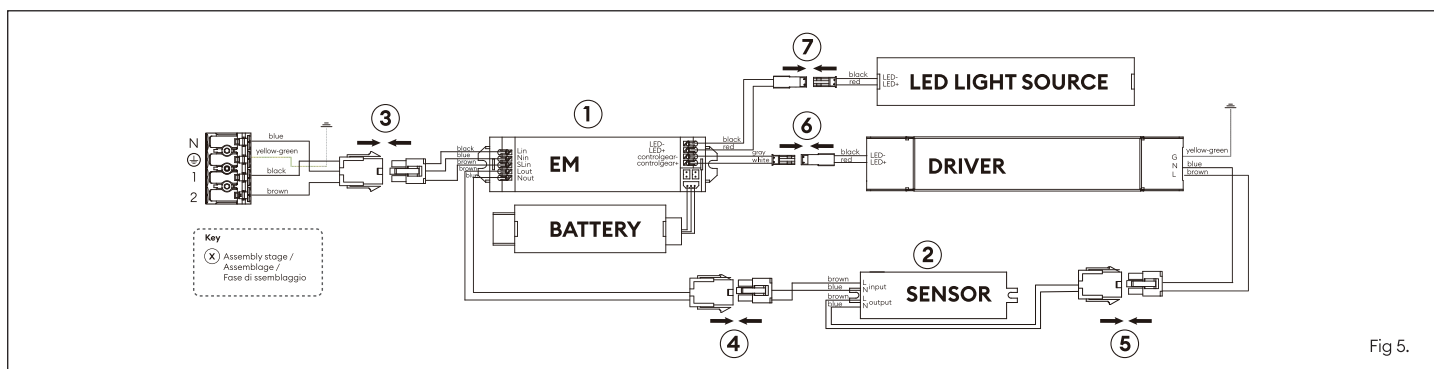

Fig 5.
3. Plug in connectors through stages ③-⑦ as shown in fig 5.
3. Enfichez les connecteurs selon les étapes ③-⑦ indiquées dans la figure 5.